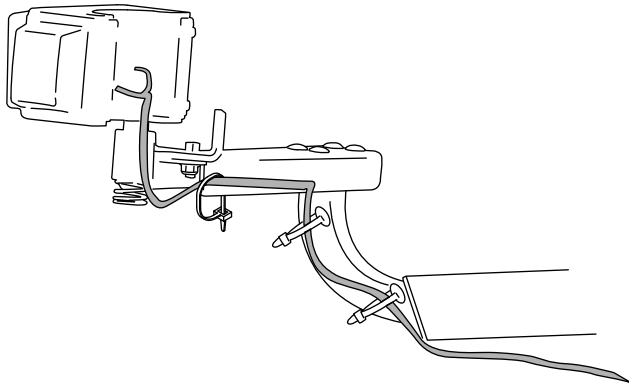
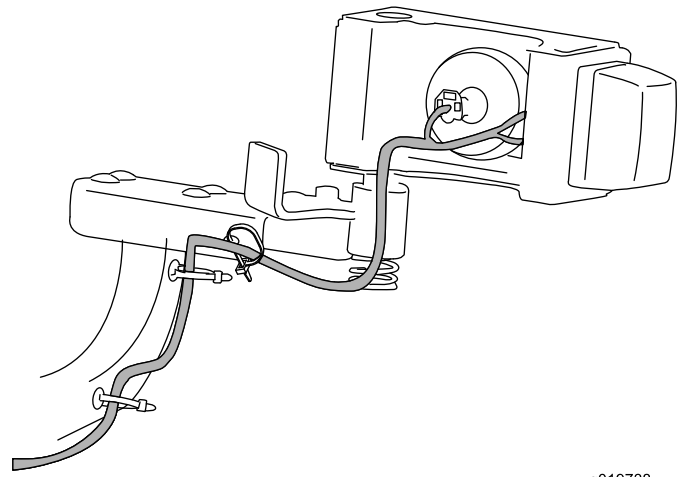

Figura 10
Figura 11
1. Enchufe uno de los conectores del arnés en el conector del arnés y el otro en el faro (Figura 11).
4. Inserte los clips de las bridas en los taladros del soporte existente (Figura 10 y Figura 11).